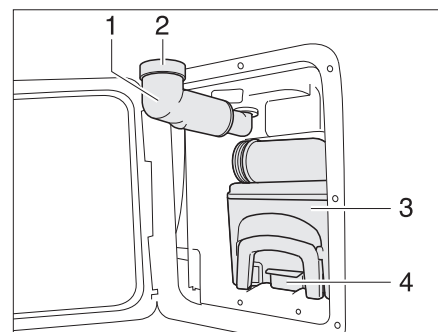

Fig. 142 Cassette Thetford
- Girar hacia fuera el tubo de llenado de agua potable (Fig. 142,1).
- Retirar la tapa roscada (Fig. 142,2).